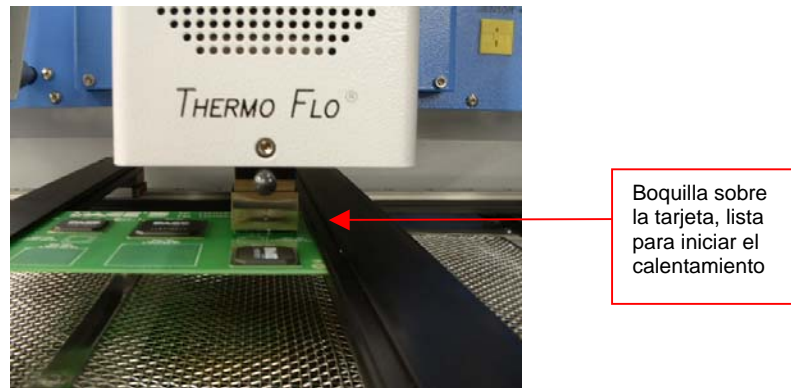

Figura 19
- xv. Pulse con el ratón sobre el botón verde, "Place", para hacer descender el componente. (Figura 19)